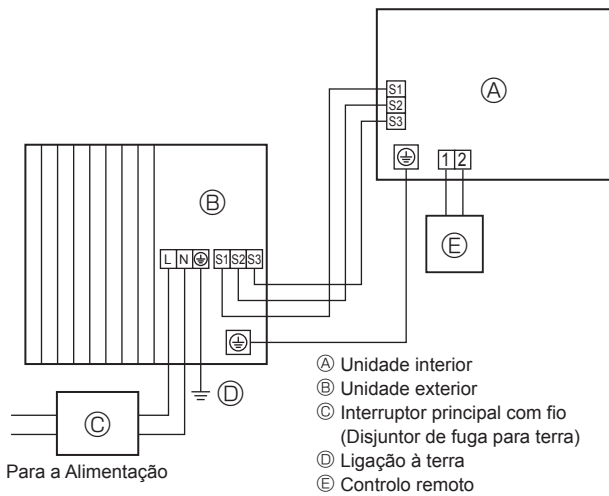
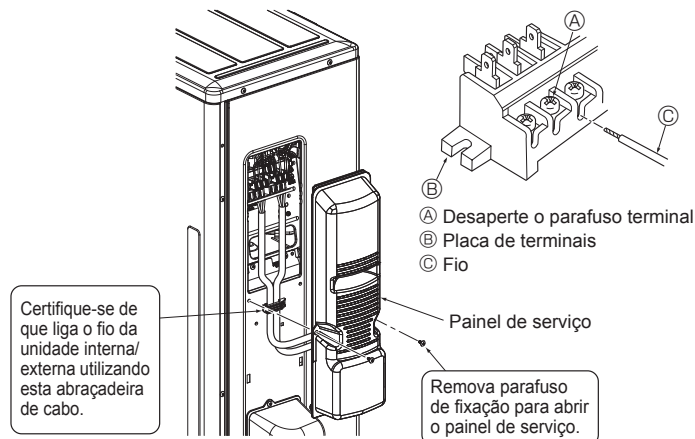
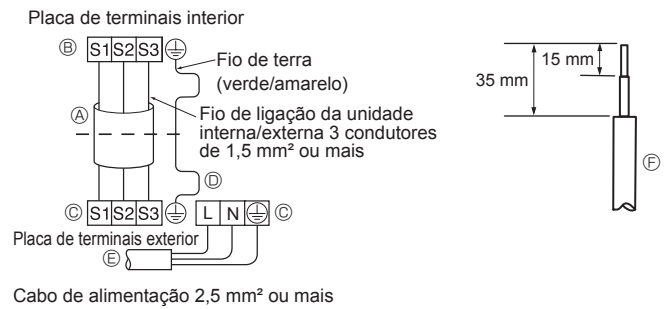

Fig. 6-1
Fig. 6-3
Fig. 6-2
6.1. Unidade exterior (Fig. 6-1, Fig. 6-2, Fig. 6-3)
- ① Retire o painel de serviço.
- ② Ligue os cabos referentes à Fig. 6-1, Fig. 6-2 e Fig. 6-3.
- Faça as ligações tal como demonstrado no diagrama, na parte inferior esquerda. (Obtenha o cabo a nível local) (Fig. 6-2)